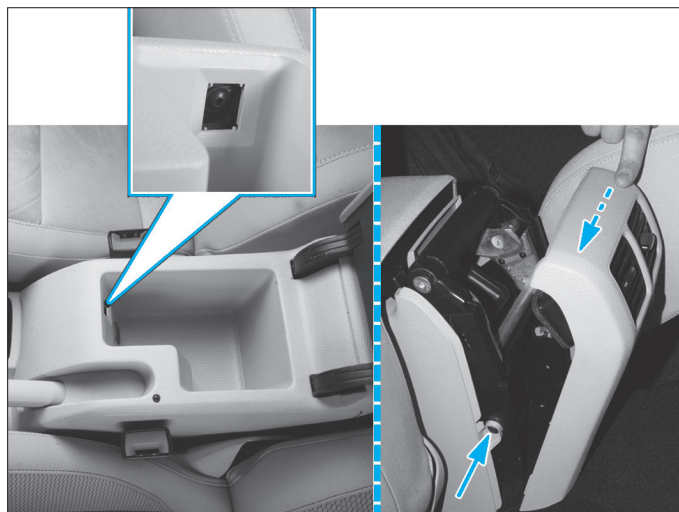

Fig. 18
- les deux vis latérales ainsi que la vis centrale pour retirer la partie arrière de la console centrale de plancher (Fig.18).